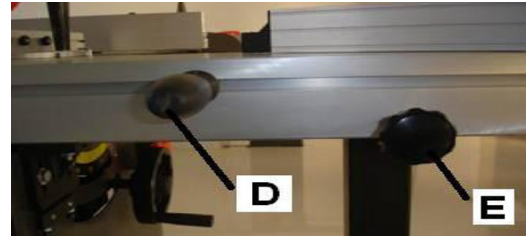

Abb. 19: Griff und Klemmschraube montieren
Schritt 7: Griff D (Abb. 19) am Schiebeschlitten montieren: M12x1.75 T-Mutter in die Nut des Schiebeschlittens führen, den Griff aufsetzen und mit einem Gabelschlüssel SW 17 festziehen.
Schritt 8: Klemmschraube E (Abb. 19) in den Schiebeschlitten einsetzen und mit der M10 Mutter auf der gegenüberliegenden Seite festziehen.